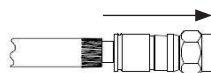

Bild 3
6. Ziehen Sie den Stecker wieder ab und drehen Sie ihn um 180° (Bild 3).